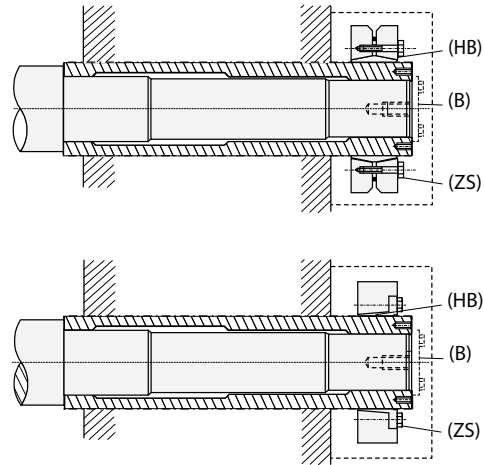

Fig. 11 Posición final de montaje
El disco de apriete tiene un mecanismo de ajuste por contracción, sin chaveta, que contrae mecánicamente el cubo (HB) a través del perno bloqueador de apriete (ZS), y mantiene el eje y el cubo como un conjunto fijo (Fig. 11).
- a. Si la unidad es de tipo vertical, monte una arandela de empuje (B) para impedir que el reductor se mueva cuando se afloje la tuerca de bloqueo (ZS) (Fig. 11).
- b. Se usa como perno de bloqueo (ZS) un perno de alta resistencia a la tracción (resistencia JIS 10.9 ó 12.9). Cuando lo reemplace, utilice uno especificado por el fabricante.